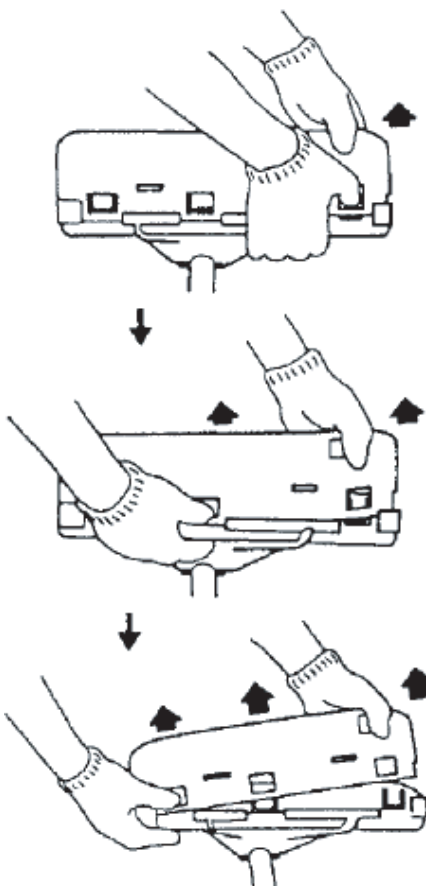

Fig. 13
- Para retirar la extensión del protector siga los diagramas. Utilice guantes siempre que la extensión esté equipada con un limitador de línea afilado. A continuación presione las cuatro pestañas cuadradas del protector una por una y siguiendo un orden. (Fig. 13)